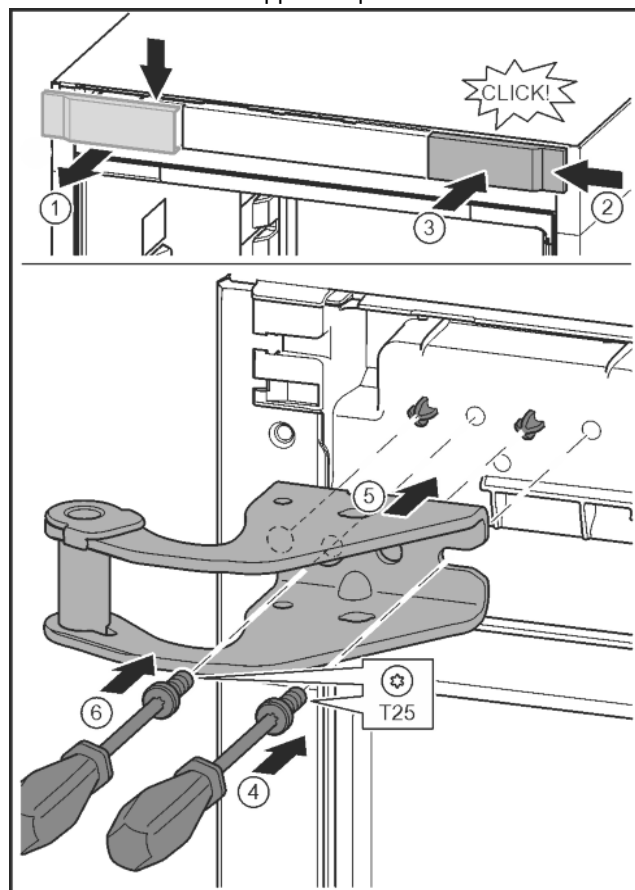

Fig. 11
- ▶ Libérer le cache et le retirer latéralement. Fig. 11 (1)
- ▶ Accrocher le cache tourné de 180° de l'autre côté à droite. Fig. 11 (2)
- ▶ Encliqueter le cache. Fig. 11 (3)
- ▶ Mettre en place la vis avec un tournevis T25. Fig. 11 (4)
- ▶ Mettre en place le support de palier supérieur. Fig. 11 (5)
- ▶ Serrer la vis. Fig. 11 (4)
- ▶ Mettre en place la vis avec un tournevis T25 et la serrer. Fig. 11 (6)